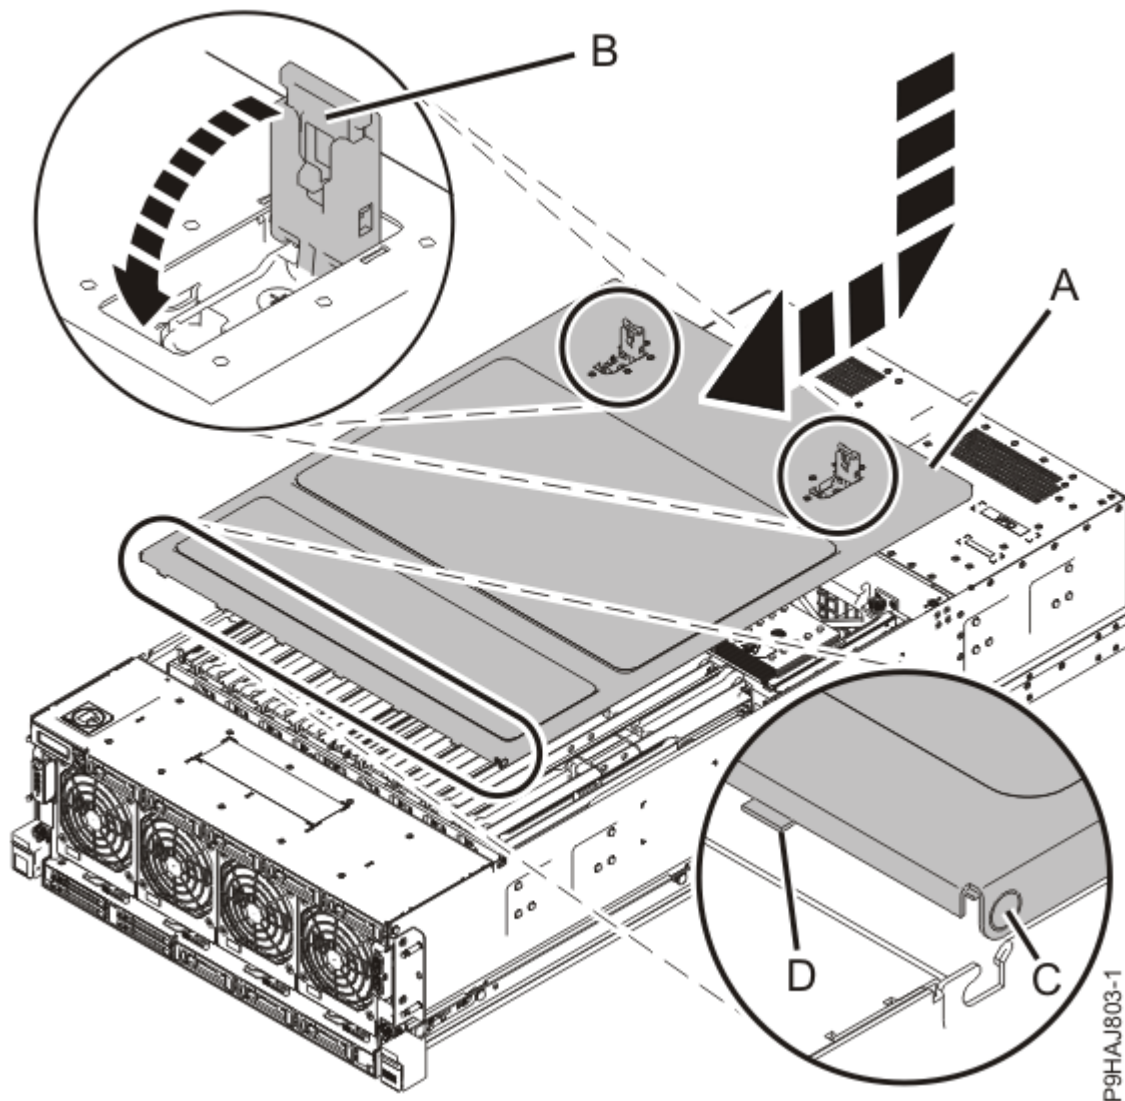

Abbildung 22. Serviceabdeckung installieren
- a) Schieben Sie die Abdeckung **(A)** auf die Systemeinheit (siehe Abbildung 22 auf Seite 24).
- b) Schließen Sie die Entriegelungshebel **(B)**, indem Sie sie in die in Abbildung 22 auf Seite 24 dargestellte Richtung drücken.